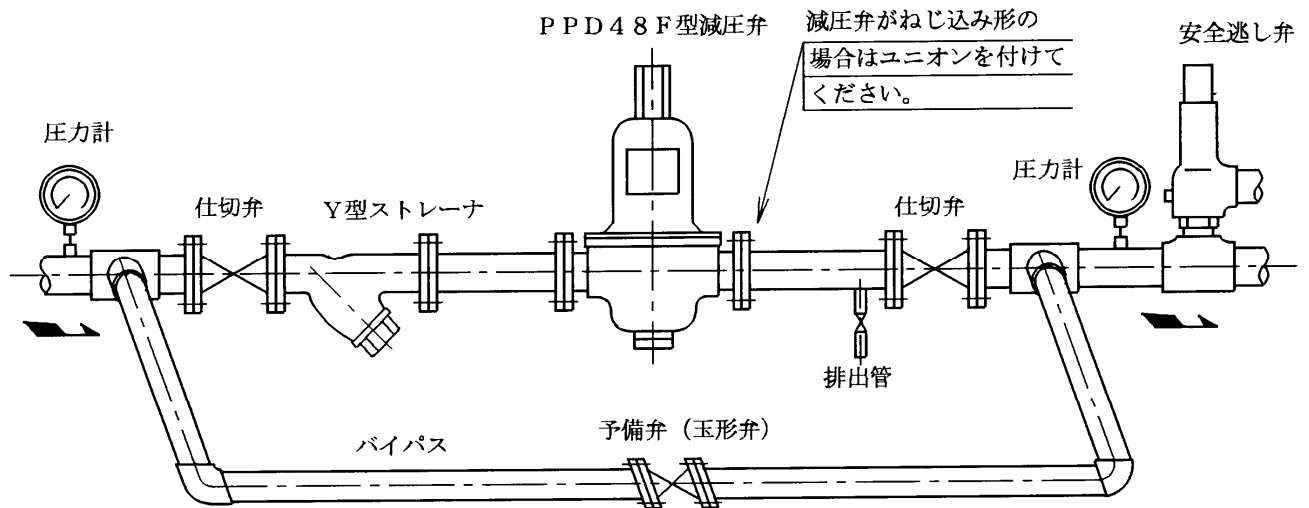

図 2 配管例図
- 2.4 図2の配管例図に示すように必ずY型ストレーナ、安全逃し弁、予備弁(玉形弁)、前後弁(仕切弁)及び排出管を備え、更に圧力計を取り付けるよう御計画ください。